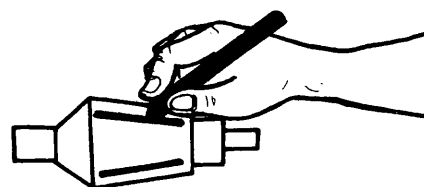

Fig. 1
- e Marque sobre la superficie rectificada tres líneas longitudinales y equidistantes (fig. 1) con azul de prusia o grafito.